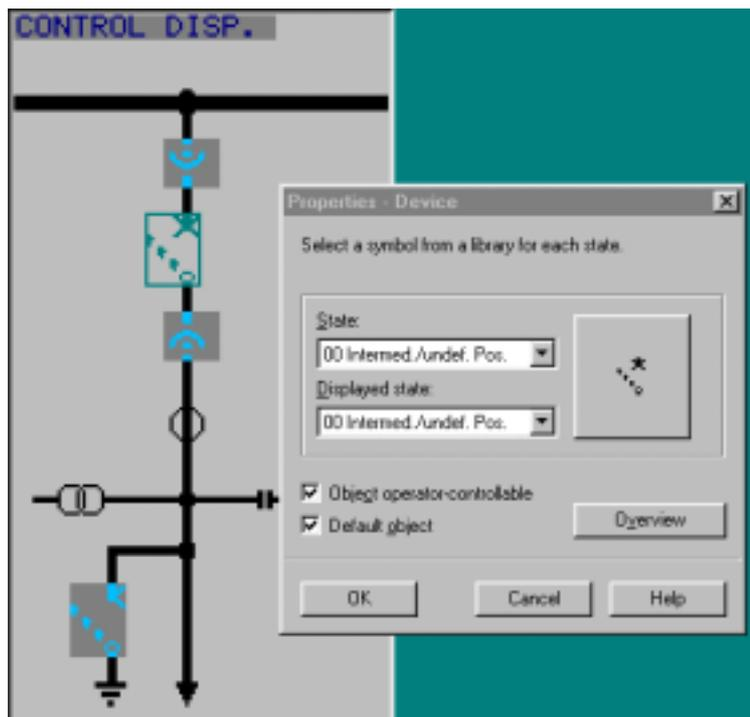

Рисунок 5-49 Установка управляемого устройства и устройства управляемого первым.
- Так как показанные коммутационные аппараты должны представлять оборудование, которое будет управляться из реле, пользователь должен установить связь с управляемым оборудованием. В открытой диаграмме управления, пользователь должен выбрать устройство (Смотрите Рисунок 5-49). В окне диалога **Properties Device** (Свойства устройства) пользователь должен выбрать опцию **Object operator-controllable** (Объект управляется оператором).